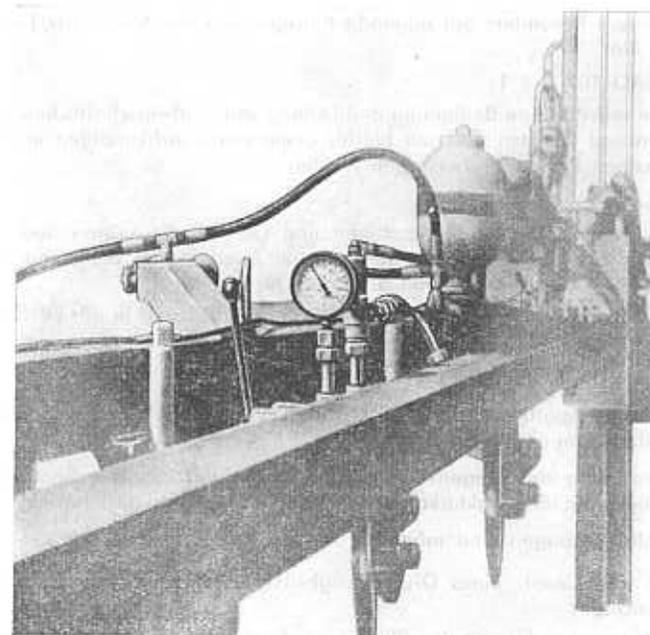

Abb. 25 Absperrventil der Pflughydraulik
- Schließen des Absperrventiles (Abb. 25).
- Öffnen des Absperrventiles des Überlastsicherungssystems (siehe Abb. 25)